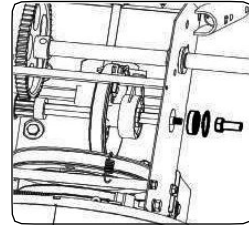

Рисунок 45
3. Осторожно снимите шестигранную гайку и шайбу, см. Рисунок 45, фиксирующую шестигранный вал к раме снегоборочной машины и слегка стукните по концу вала, чтобы выпал шариковый подшипник с правой стороны рамы.